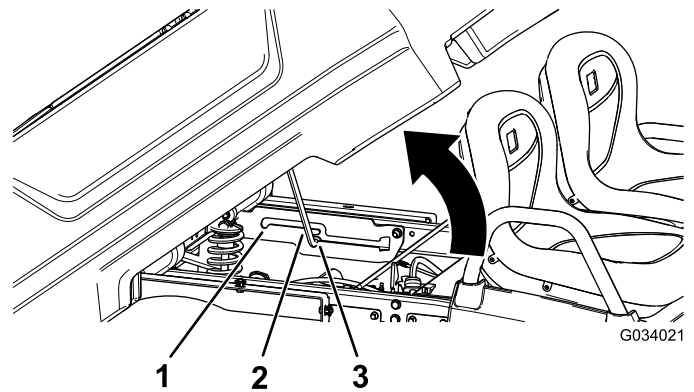

Figura 8
- Tirate l'asta di supporto nella scanalatura di arresto in posizione di scarico, fissando il pianale di carico in posizione di scarico (Figura 8).